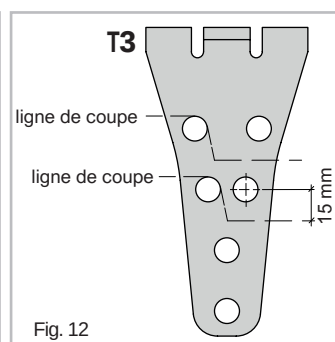

Fig. 12
- Pour raccourcir correctement le support, coupez 15 mm à partir du centre du trou, comme indiqué sur la figure 12.